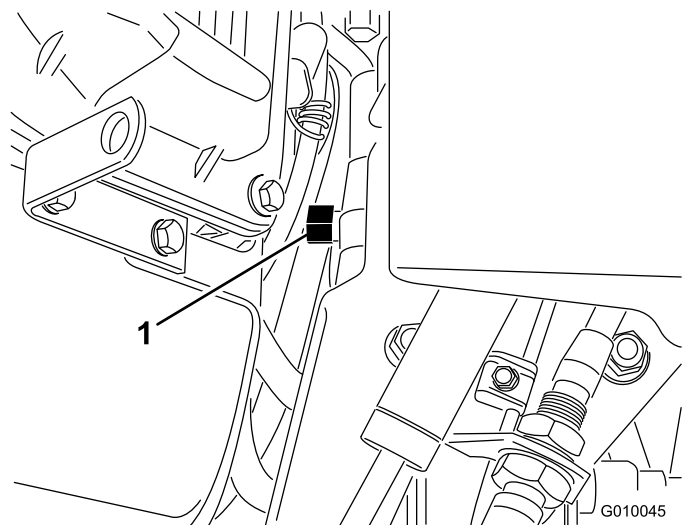

Рисунок 29
2. Найдите перепускной клапан между двигателем и гидростатическим насосом (Рисунок 29).
3. Ключом на 5/8 дюйма поверните перепускной клапан против часовой стрелки на 1 оборот. Это позволит пустить гидравлическую жидкость в обход насоса, так что колеса смогут вращаться (Рисунок 29).
5. Чтобы снова включить машину, поверните перепускной клапан по часовой стрелке на один оборот (Рисунок 29).